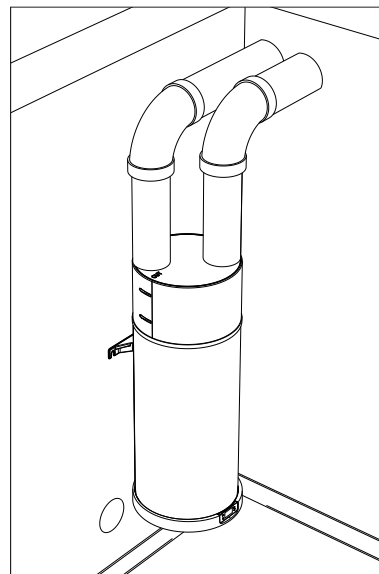

fig. 33
- IN e OUT canalizzati ("fig. 33" e "fig. 34")